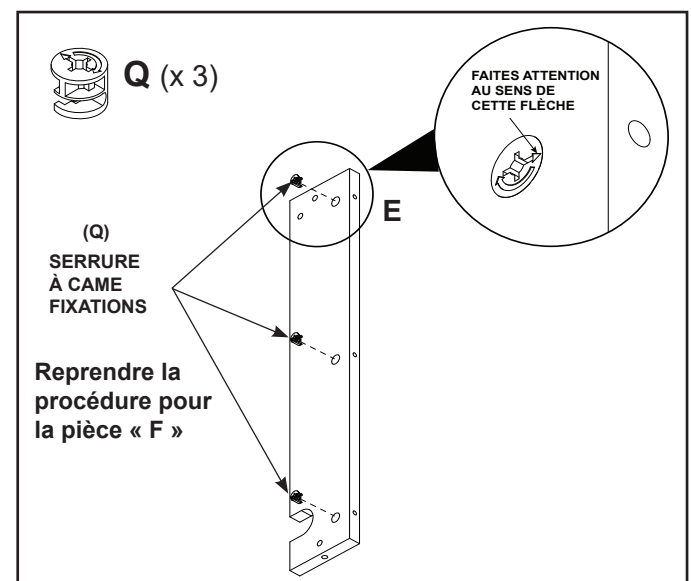

Figure 9
- Installez trois (3) serrures à came (Q) dans le pièce « E » en tenant compte du sens des flèches tel qu'indiqué à la page 2 et sur la Figure 9. Reprendre la procédure pour la pièce « F »